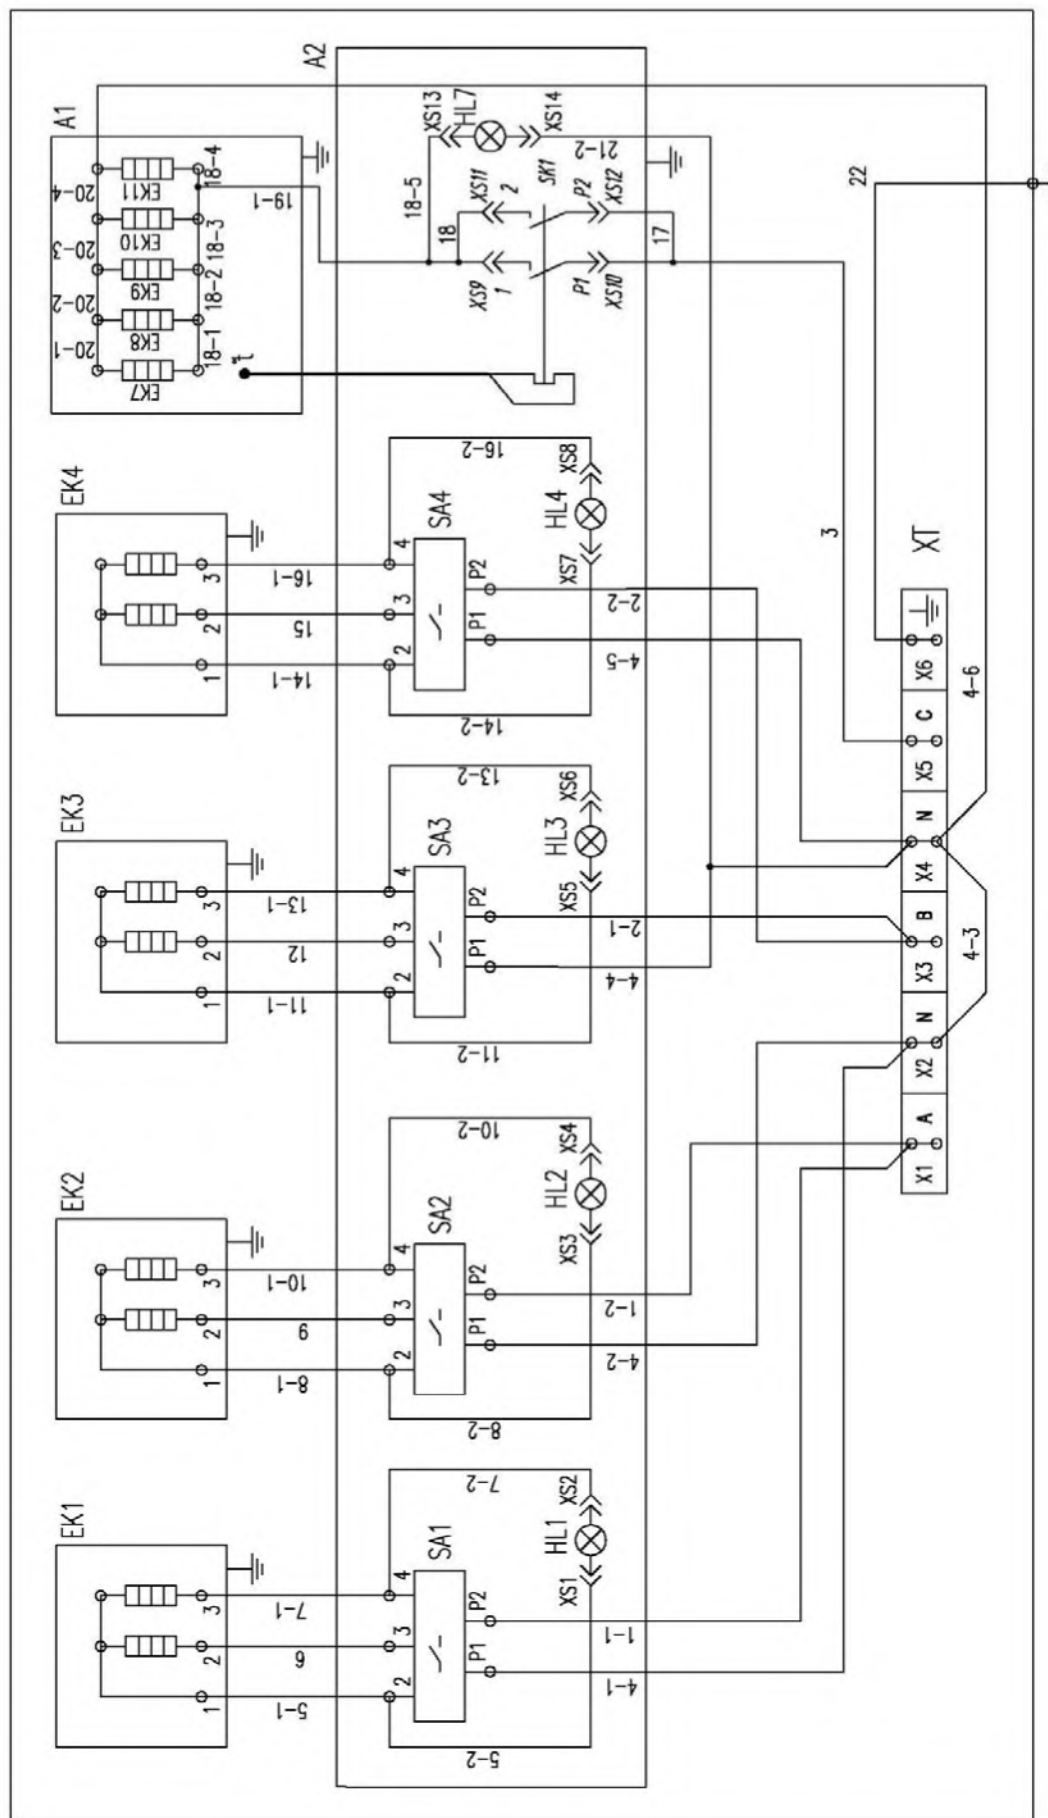

Рисунок 5 - Схема электрическая принципиальная платы ПЭ-804П(Н)
5.2.2 Каждая конфорка снабжена отдельным переключателем, которые расположены на панели управления конфорками (рисунок 5; 6).
Ступенчатое регулирование мощности нагревателей каждой конфорки осуществляется установкой ручки переключателя в положение «1», «2» или «3», что соответственно определяет степень нагрева: слабый, средний или сильный. Отключение конфорки производится установкой ручки переключателя в положение «0». Мнемосхемы на панели управления указывают, к какой конфорке относится ручка переключателя мощности (рисунок 5; 6).